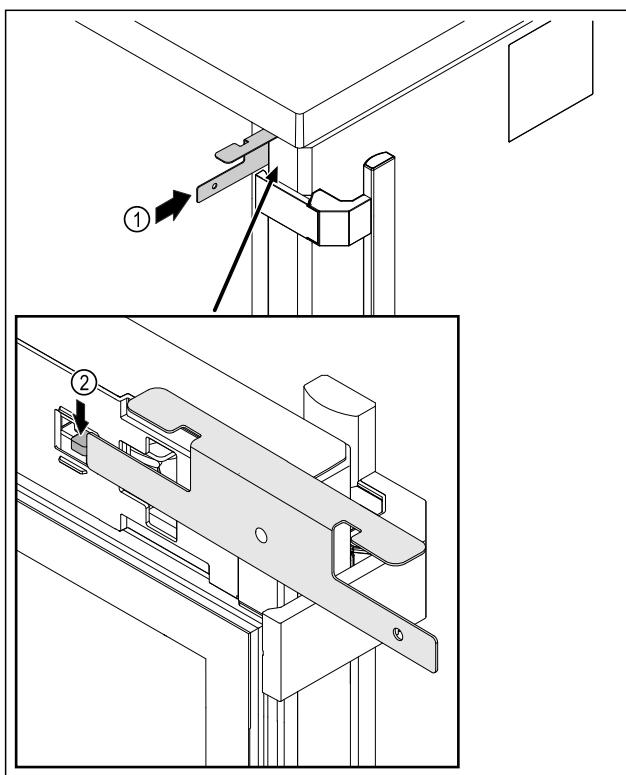

Fig. 218
- ▶ Notentriegelungsschlüssel Fig. 218 (1) zwischen Tür und Gerätekörper einstecken.
- ▶ Schlosshaken Fig. 218 (2) in Richtung Scharnier drücken.